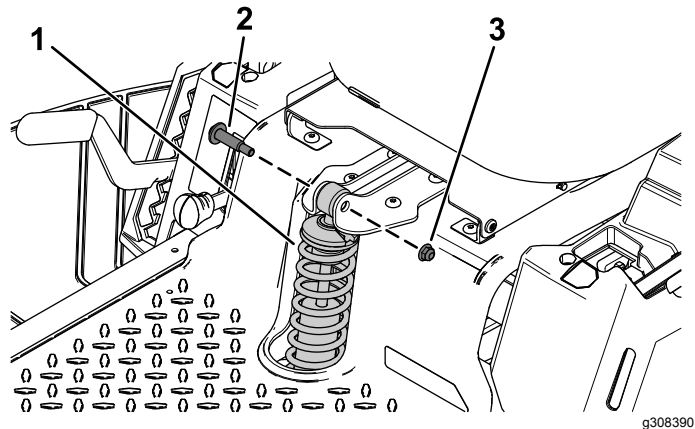

図 1
2. 既存の前スプリングを固定しているショルダボルト 2本 3/8" とロックナット 2個を外す 図 1。
3. 既存の前スプリングを取り外す 図 1。
新しいヘビーデューティスプリングを取り付ける先ほど取り外したショルダボルト 2 本とロックナット 2 個 3/8" 2 個を使用し、図 1のように取り付ける。